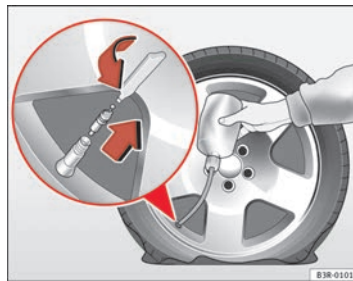

Abb. 185 Reparatur durchführen
- Die Reifenventilkappe abnehmen und den Ventileinsatz mit dem beiliegenden Werkzeug heraus-schrauben ⇒ Seite 264, Abb. 185.